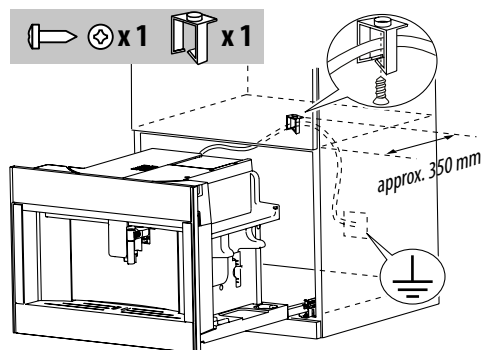

FIG. 4 Instalación del producto
- Coloque el aparato sobre las guías y asegúrese de que las clavijas estén correctamente introducidas en los alojamientos , después fíjelo con los tornillos suministrados (fig. 4). Si es necesario ajustar la altura del aparato, utilice los discos separadores suministrados.